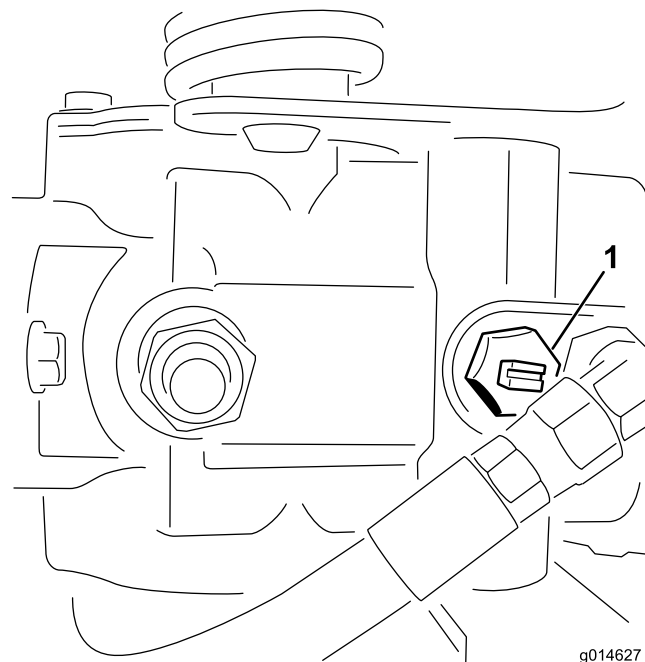

図 39
1. 油圧ポンプについているバイパスバルブ（図 39）の溝が「縦」になるようにバルブを回転させる。
2. エンジンを始動する時には、必ずバイパスバルブ（図 39）を閉じる（溝が横向きになる）。バルブを開けたままでエンジンを掛けないこと。